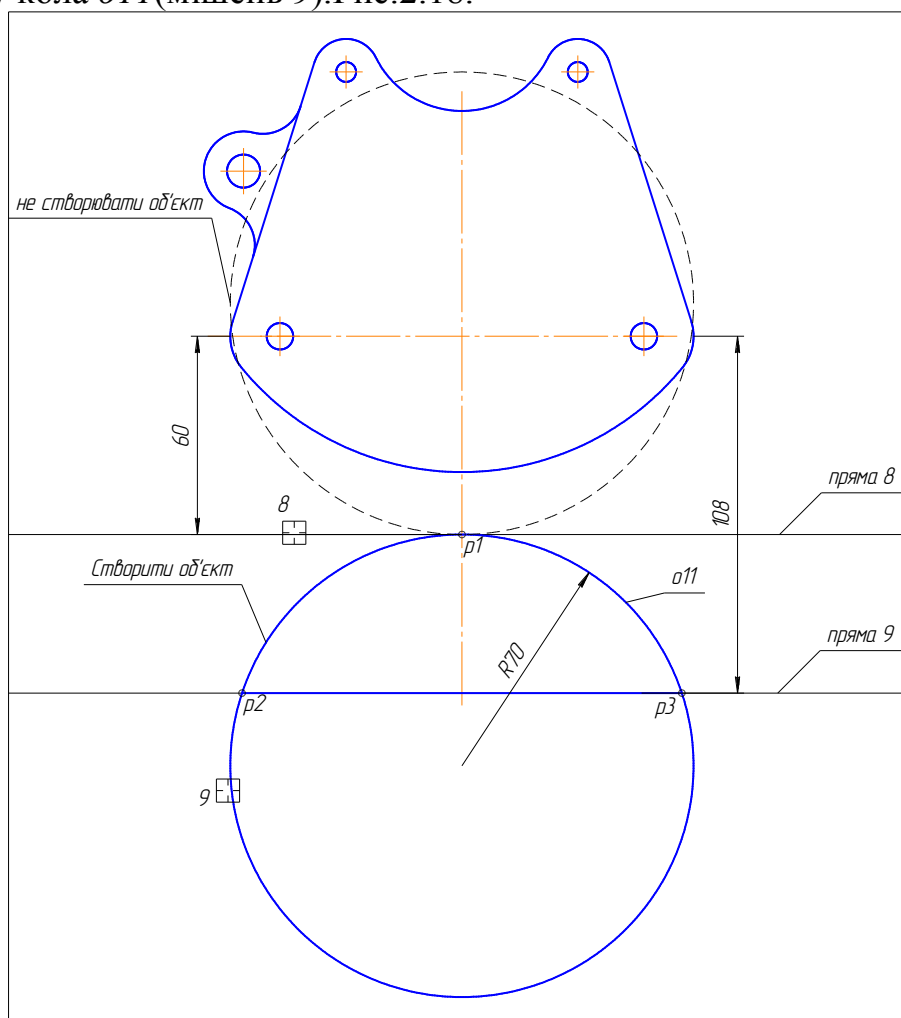

Рис. 2.18.
19. За допомогою команди „Паралельная прямая” побудуйте допоміжну *пряму 8* на відстані 60 мм і допоміжну *пряму 8* на відстані 108 мм від горизонтальної осі симетрії. (Рис.2.18)
21. Виберіть команду „Отрезок” і побудуйте відрізок між точками *p2* і *p3*, точками перетину кола *o1* і *прямою 9*.Рис.2.18.
22. За допомогою команди «Усечь кривую» на сторінці «Редактирование» удаліть зайву частину кола *o11*(мішень 9).Рис.2.18.